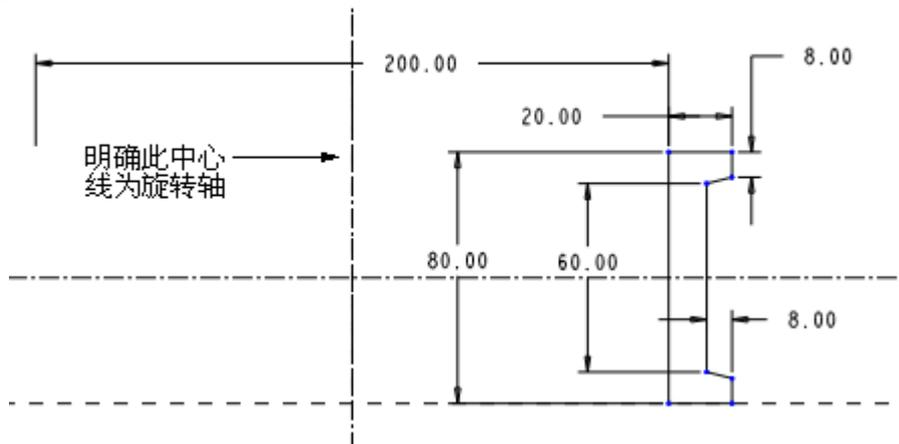

图 53-2
- (1) 单击特征工具栏中的 ，打开旋转特征操控板。
- (2) 单击 ，系统显示【剖面】对话框。选择 FRONT 基准面为草绘平面，RIGHT 基准面为参照平面，接受系统默认的视图方向。
- (3) 单击【草绘】，进入草绘工作环境，如图 53-2 所示绘制旋转中心线和旋转截面。
- (4) 选中图 53-2 中的竖直中心线，单击右键，单击右键菜单中的【旋转轴】，明确该中心线为旋转轴。